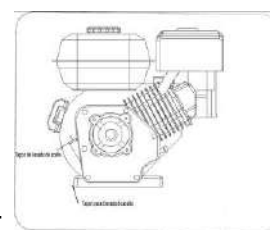

Figure 28
2. Dévisser le bouchon de remplissage du tube de remplissage et essuyer la jauge. Voir la figure 28.
1. Localisez le bouchon de vidange d'huile, voir figure 28.
3. Nettoyez la zone autour du bouchon de vidange d'huile, voir la figure 28.